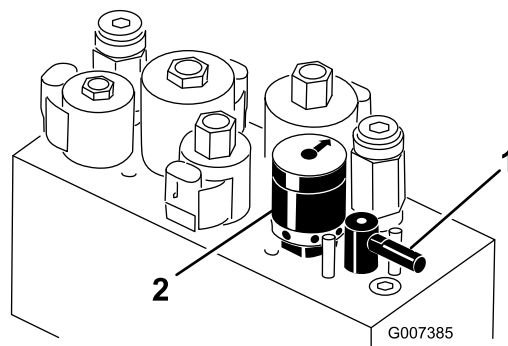

図 28
4. リールの速度を設定するには、ノブ図 28を回して、ノブの矢印を、所定の番号に合わせます。